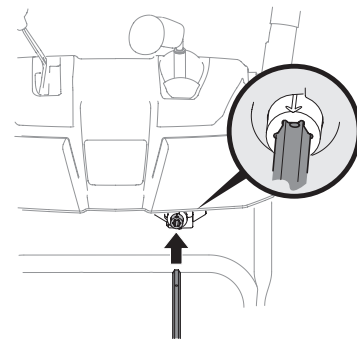

Figura 2-28
6. Inserte la varilla de control del canal dentro del engranaje del piñón por debajo de la palanca de control. Asegúrese de alinear el orificio en la varilla hexagonal con la flecha en el engranaje del piñón. Consulte Figura 2-28.